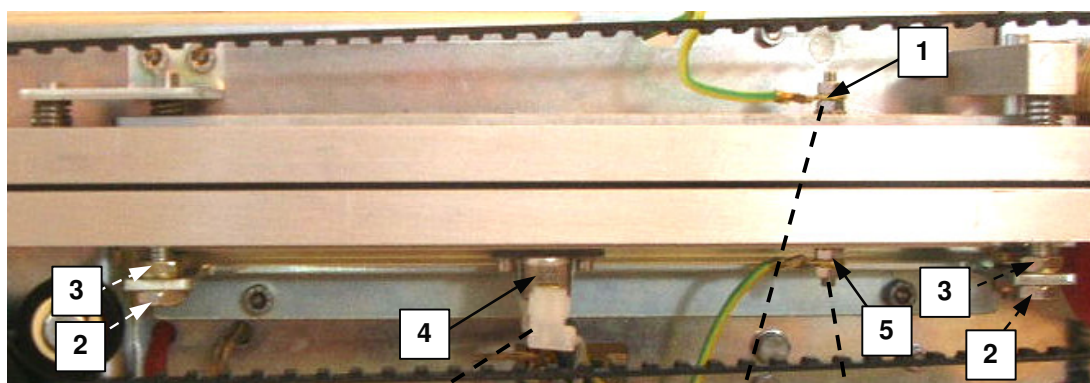
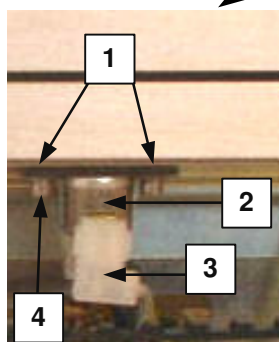

fig.5.10
fig.5.11 (pos.4-fig.5.10)
- scollegare i terminali (n.3-fig.5.11) del termostato di sicurezza (n.4-fig.5.10)
- svitare i due dadi autobloccanti inferiori (n.2-fig.5.10) che fissano la barra saldante inferiore alla traversa della macchina ed estrarre il gruppo saldante inferiore
Non allentare i dadi di regolazione superiori (n.3-fig.5.10)
- smontare il termostato di protezione (n.4-fig.5.10) dalla barra saldatura inferiore.
Quando viene rimontato il termostato di protezione, assicurarsi di aver rimontato le rondelle distanziatrici (n.1-fig.5.11) interposte tra la piastrina e la barra saldante inferiore.